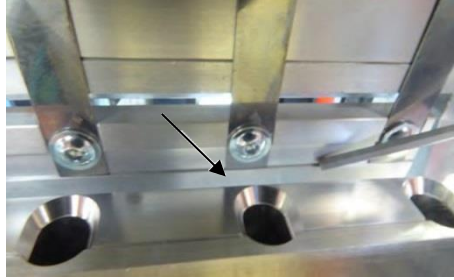

Fig. 33: Justering underkant
- Kontrollér, at knivene flugter med underkanten (fig. 33)